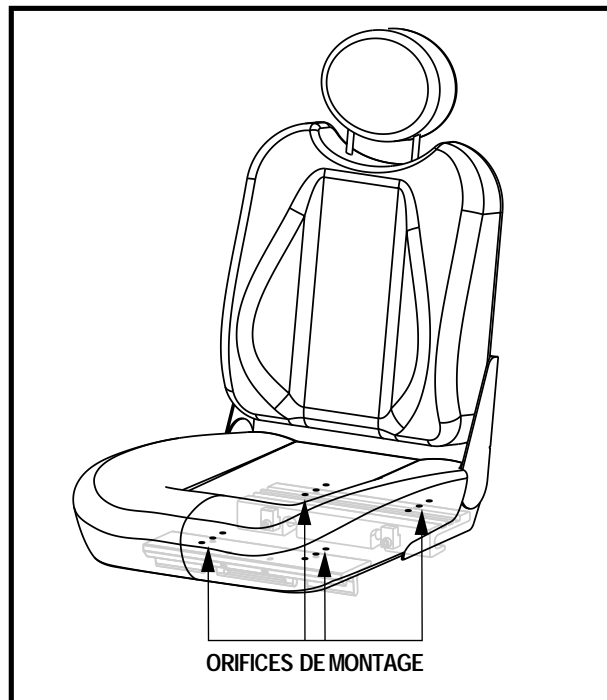

Figure 14. Orifices de montage du siège
5. Repositionnez les montants dans un ensemble différent d'orifices de montage. Vous devez régler les montants en ayant un nombre identique d'orifices devant et derrière la fixation sur chaque montant. Voir la figure 14.